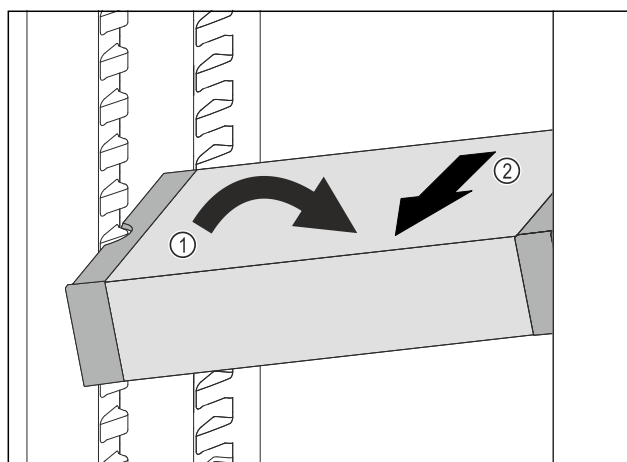

Fig. 69
- Наклонете VarioSafe в хладилната част. Fig. 69 (1)
- Извадете VarioSafe напред. Fig. 69 (2)